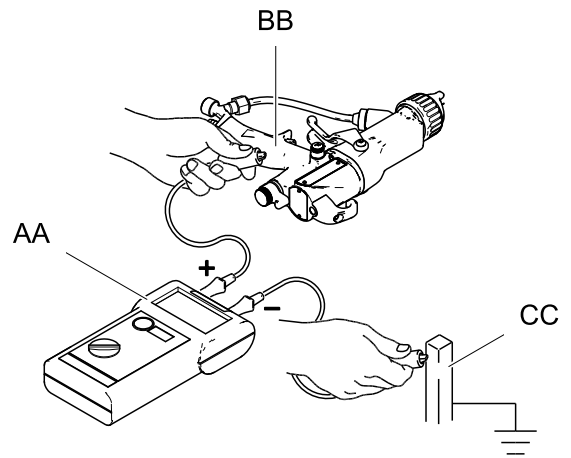

Figure 16 Elektrische Pistolenerdung prüfen
Megohmmeter Teile-Nr. 241079 (AA, siehe Abb. 16) ist nicht zur Verwendung in Gefahrenbereichen zugelassen. Um das Risiko einer Funkenbildung zu senken, darf das Megohmmeter nur dann zum Prüfen der elektrischen Erdung verwendet werden, wenn:
2. Den ES Ein-/Aus-Schalter ausschalten (O).
5. Der geerdete Luftschlauch (AH) muss angeschlossen und das Erdungskabel des Schlauchs muss mit einem Erdungsanschluss verbunden sein.
6. Den Widerstand zwischen Pistolengriff (BB) und Erdungsanschluss (CC) messen. Die angelegte Spannung muss dabei mindestens 500 V und darf höchstens 1000 V betragen. Der Widerstand darf 1 Megaohm nicht übersteigen. Siehe Abb. 16.